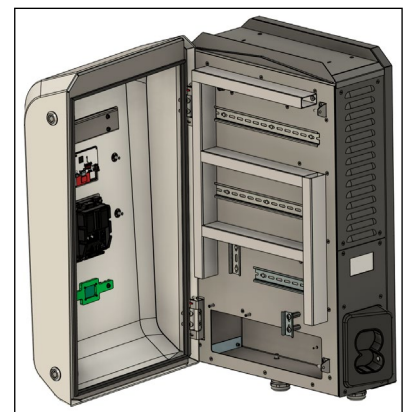

Abb. 39: DCW15 geöffnet
3. Gehäuse durch Schwenken öffnen (siehe Abb. 39).